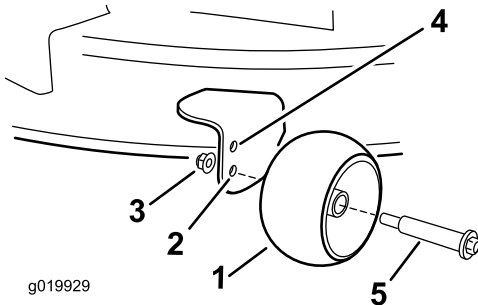

Figura 25
- Taladro superior – utilice esta posición cuando la carcasa de corte está en la posición de altura de corte de 63 mm (2½") o menos (Figura 25).
- Taladro inferior – utilice esta posición cuando la carcasa de corte está en la posición de altura de corte de 76 mm (3") o más (Figura 25).